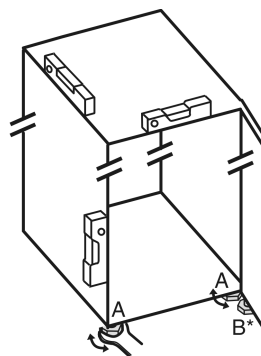

Fig. 4
- Seřizovací nožky Fig. 4 (A) vyšroubujte pomocí přiloženého vidlicového klíče a pomocí vodováhy, dokud nebude spotřebič pevně vyrovnaný.
- Seřizovací nožku Fig. 4 (B) na stojanu ložiska vytácejte pomocí přiloženého vidlicového klíče, až dosedne na zem.
- Seřizovací nožku Fig. 4 (B) otáčejte dál o 90°.